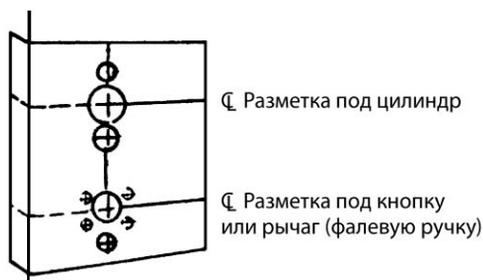

Рис. 6.24. Разметка точек для сверления (С разрешения компании Schlage Lock Company)
- Совместить шаблон с краем двери с соответствующей горизонтальной линией, которая отмечает высоту. Разметить точки сверления (рис. 6.24).